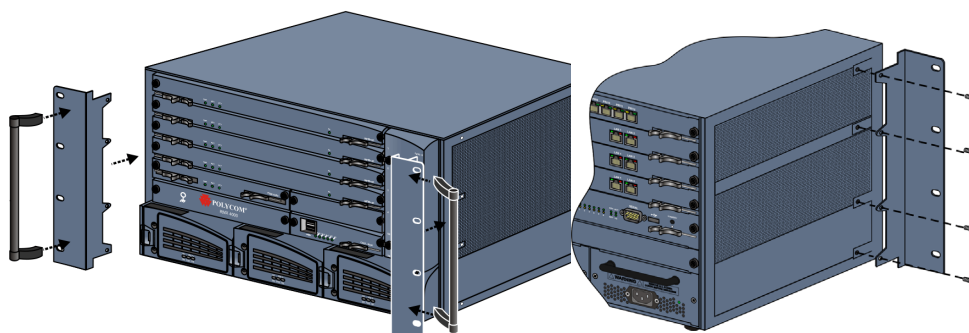

Figure 1-5 Installation des poignées et des supports et détail de la vue arrière de la fixation du support 23"
- 2 Après les avoir enlevés, fixez les supports 23" fournis dans le kit d'*accessoires d'installation en rack* et réinstallez les poignées sur les supports 23" comme illustré dans la Figure 1-5.